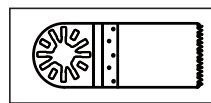

Fig. 1b
b) Pentru accesorii “ end închis “ (Fig. 1b) , șurubul trebuie să fie complet eliminat din instrumentul .